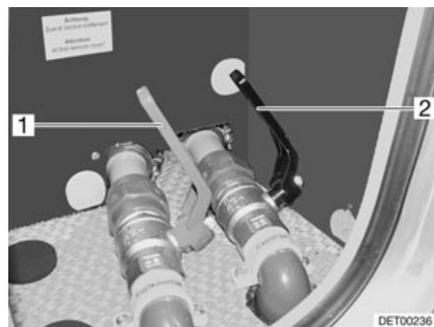

Fig. 231 Llave de desagüe en el doble fondo
La llave de desagüe (Fig. 231,1) está integrada en el doble fondo. La llave de desagüe está identificada con el rótulo "Wasser" (Agua).
- Abrir la llave de desagüe (Fig. 231,1). Se vacía el agua.